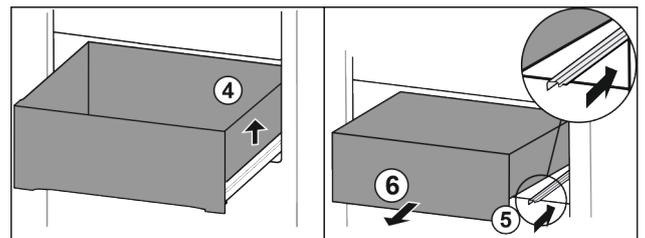

Fig. 69
- ▶ Levante el cajón por la derecha. Fig. 69 (4)
- ▶ Retraiga la guía derecha. Fig. 69 (5)
- ▶ Extraiga el cajón hacia delante. Fig. 69 (6)